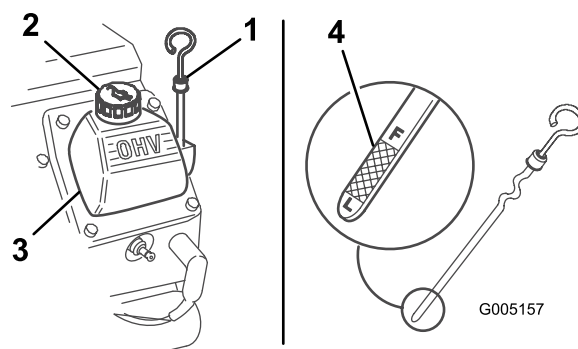

Figure 9
6. Sortez de nouveau la jauge et examinez l'extrémité. Le niveau d'huile doit atteindre le haut de la plage supérieure (Figure 9).